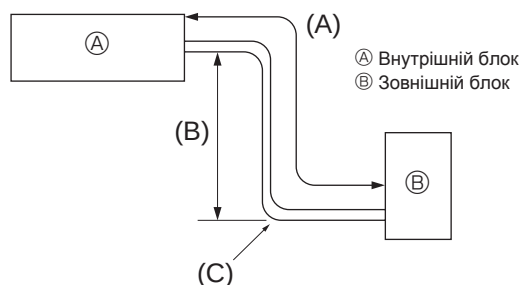

Fig. 5-1
5.1. Труба холодоагенту (Fig. 5-1)